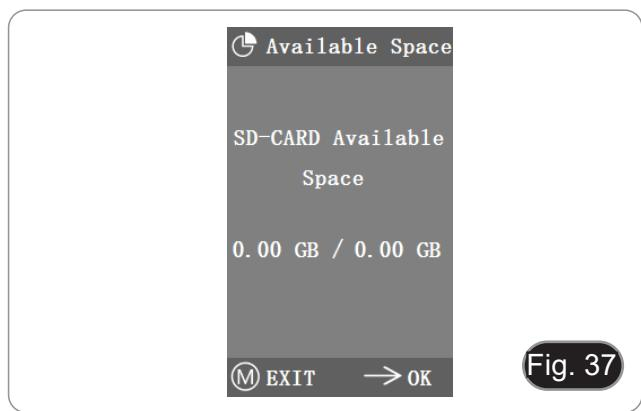

Fig. 37
2. Se “0,00 Gb / 0,00 Gb” for exibido (Fig. 37), o cartão SD não foi inserido com sucesso; por favor tente reinseri-lo.